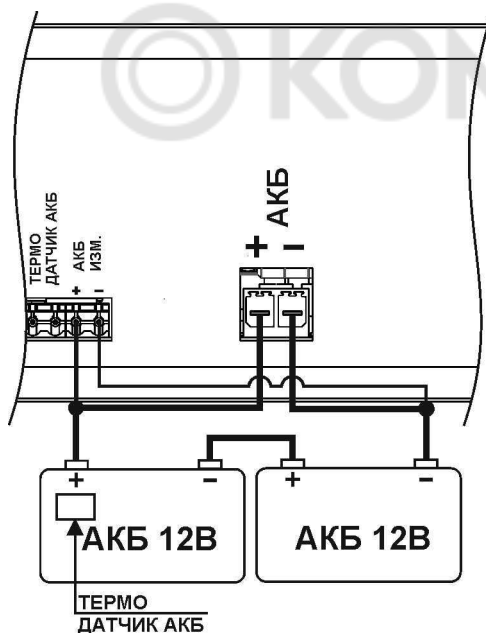

Рисунок 4 – Подключение АКБ и термодатчика АКБ.
- подключите внешнюю АКБ состоящую из 2-х батарей соединённых последовательно к изделию, соблюдая полярность, кабели для подключения внешней АКБ (см. рис. 4) (входят в комплект поставки);
- при необходимости термокомпенсации напряжения заряда АКБ подключите термодатчик к контактам колодки «Термодатчик АКБ». Чувствительный элемент термодатчика закрепите на корпусе внешней АКБ в непосредственной близости от клеммы «+» с помощью липкой ленты. Для корректной работы термодатчика необходимо обеспечить плотное прилегание чувствительного элемента датчика к поверхности корпуса батареи (см. рис. 4);